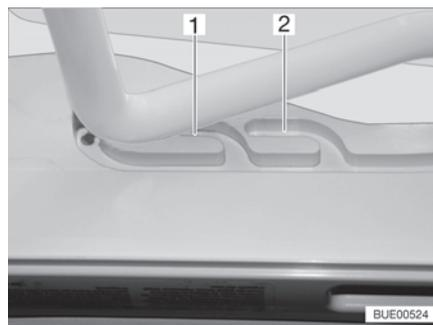
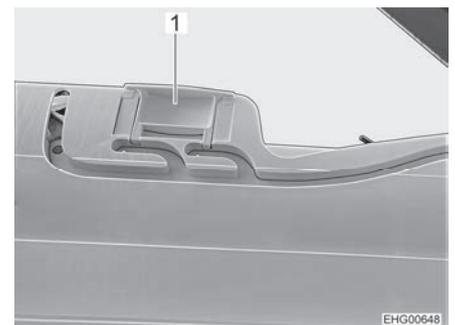

Fig. 55 Guía (posición de ventilación)
Fig. 56 Bloqueo (posición de ventilación)
La claraboya Heki se puede colocar en dos posiciones de ventilación: Posición de mal tiempo (Fig. 55,1) y posición mediana (Fig. 55,2). Según el modelo, la claraboya podrá ser bloqueada en la posición central con los dos pestillos (Fig. 56,1) a la izquierda y la derecha en el marco de la claraboya.
- Presionar el estribo ligeramente hacia arriba y empujarlo en la guía seleccionada (Fig. 55,1 ó 2) y, si fuera necesario, bloquearlo.